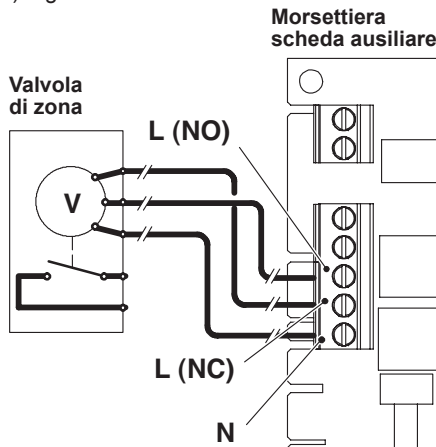

Figura 5.25
servirsi dei morsetti della scheda ausiliare **N** (neutro comune), **L (NO)** linea 230V ~ (valvola apre impianto riscaldamento), **L (NC)** linea 230V ~ (valvola chiude impianto riscaldamento) Figura 5.25.